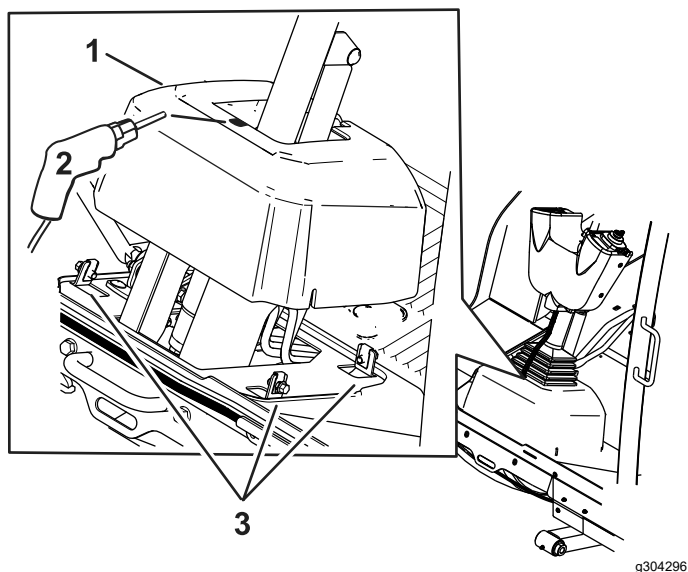

Figura 9
8. Slăbii uruburile din jurul bazei coloanei de direcție (Figura 9).
9. Ridicai baza în sus i găurii un orificiu de 22 mm aa cum se arată în Figura 9.